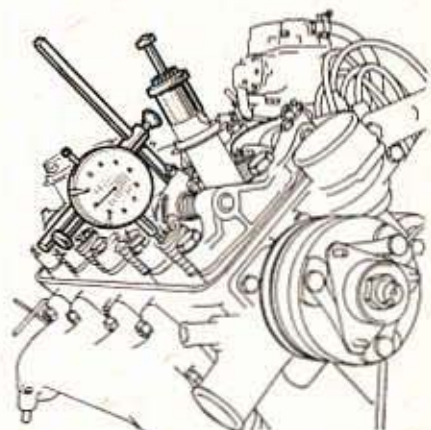

Fig. 20. — Pige et comparateur mis en place
• Visser dans le taraudage du support intermédiaire d'axes de culbuteurs le support comparateur 8.0110 ZG équipé de la montre comparateur 8.0504 (fig. 20).